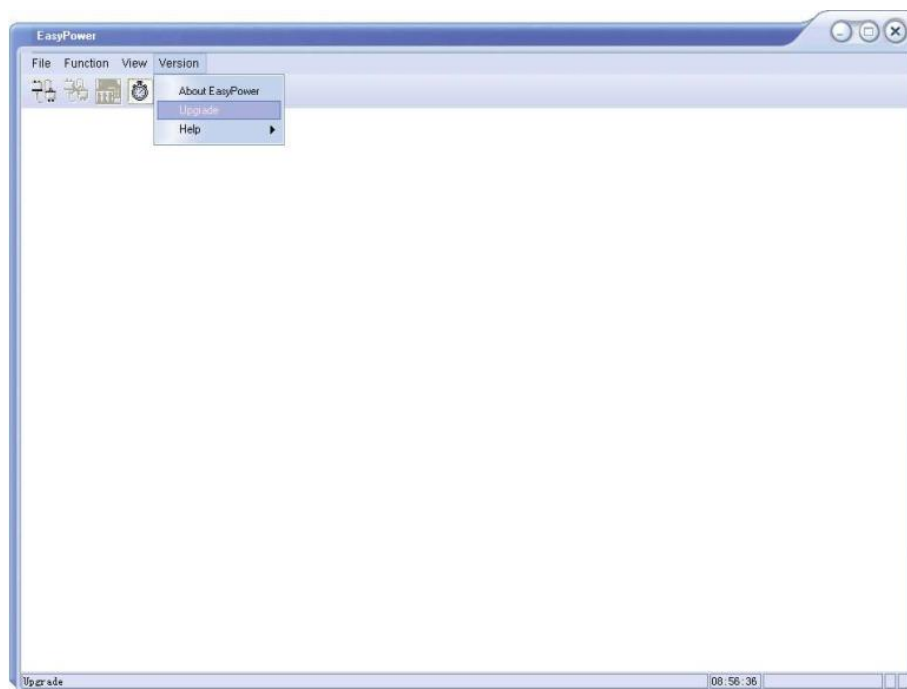

图 5-10 EasyPower 界面
2. 如图 5-10 所示，点击 Version 菜单上的 Upgrade 子菜单，进入固件升级的对话框；